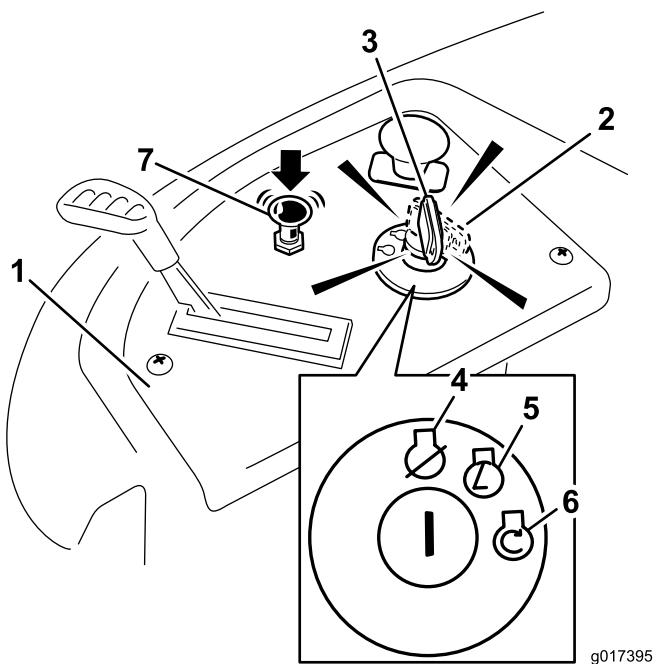

Figura 15
| 4. Gire la llave de contacto a Arranque para activar el motor de arranque. Cuando el motor arranque, suelte la llave (Figura 15). | |
- 5. Cuando el motor haya arrancado, empuje el control del estárter hacia abajo (Figura 15). Si el motor se cala o funciona irregularmente, tire hacia arriba del control del estárter y deje funcionar el motor durante unos segundos. Luego empuje el control del estárter hacia abajo. Repita este procedimiento tantas veces como sea necesario.
3. Gire la llave de contacto a la posición de Desconectado (Figura 15) y retire la llave.